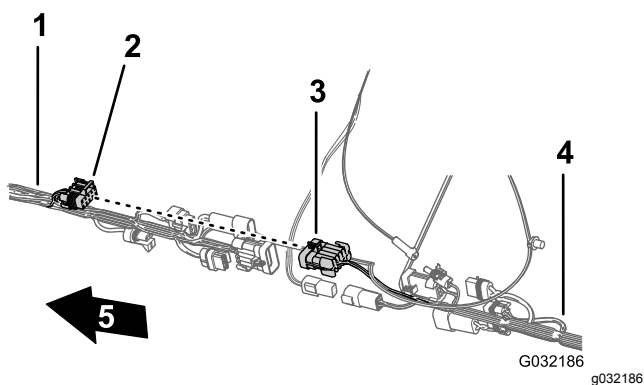

图115
2. 把用于打药车线束互连的前线束 10 插槽接头连接至用于打药车线束互连的后线束 10 针接头图115。